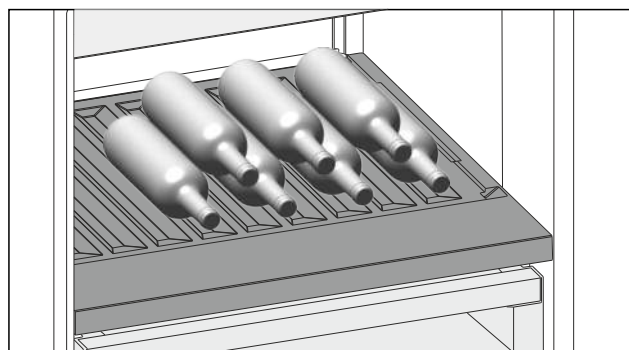

Fig. 126
- Flaschen mit dem Boden nach hinten zur Rückwand einlegen. (siehe Fig. 126)